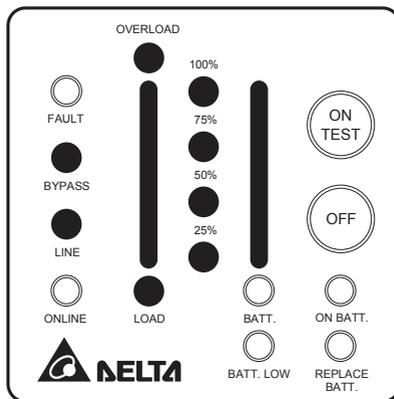

Рис. 4-5. Индикация перегрузки и переключения ИБП в режим байпаса
- ПЕРЕГРУЗКА.** Если нагрузка ИБП превосходит номинальную, то по истечении определённого времени загорается индикатор перегрузки «OVERLOAD» и подаётся непрерывный звуковой сигнал. В этом случае пользователь должен отключить второстепенные нагрузки так, чтобы величина оставшейся нагрузки не превышала номинальное для ИБП значение. Индикация в состоянии перегрузки показана на рис. 4-5.